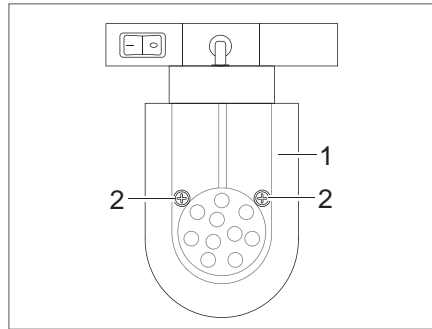

Fig. 276 Foco de LED (desplazable)
- Aflojar los tornillos de fijación (Fig. 276,2).
- Retirar el cristal de lámpara (Fig. 276,1) con cuidado.